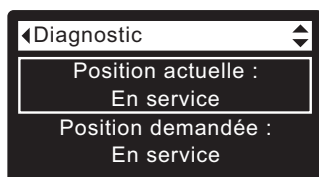

FIG. 100
4. Appuyez sur le bouton HAUT (▲) pour faire défiler les options du menu et mettre en évidence **Position actuelle** (cf. Figure 100).